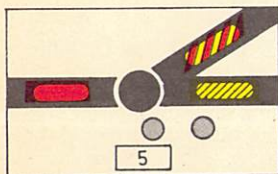
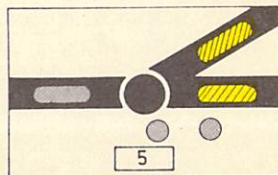

Bild 61
Bild 62
- (3) Fällt der Stellstrom während eines Fahrstraßeneinlaufs aus, können Weichen und Gleissperren in Halbstellung verbleiben. Die Stellungsmelder dieser Weichen und Gleissperren blinken gelb. Ist der Stellstrom wieder vorhanden, sind die Weichen und Gleissperren durch Bedienen der Weichengruppentaste und der Weichentaste in eine Endstellung zu stellen. Anschließend laufen die Weichen und Gleissperren in die für die Fahrstraße erforderliche Stellung um.
- (4) Bei einer aufgefahrenen Weiche erscheint die Auffahrmeldung. Ist der Weichenabschnitt noch besetzt, blinkt der Melder des aufgefahrenen Stranges abwechselnd gelb und rot, der andere gelb und der Melder der Weichenspitze leuchtet rot (vgl. Bild 61). Nach dem Räumen des Weichenabschnitts blinken beide Stellungsmelder gelb (vgl. Bild 62). Die Weichenauffahrtaste und die Weichentaste sind zu bedienen. Vorhandene Folgeabhängigkeiten sind bei der Bedienung zu beachten.